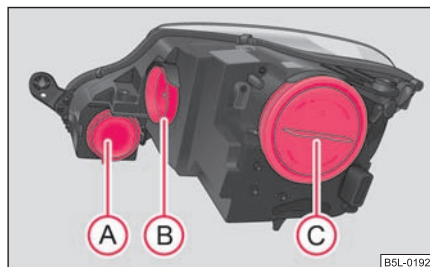

Fig. 237 Farurile din față:
Poziția becurilor în farurile din față ⇒ fig. 237.
- Scoateți capacul de cauciuc (A) ⇒ pagina 256, fig. 237.
- Decuplați fișa de conectare (1).
- Scoateți becul defect din dulie (2) și înlocuiți-l.